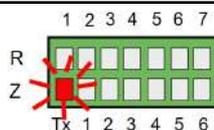

Figure 7. Mode Apprentissage
2. La LED TX clignote en rouge toutes les 0,5 s indiquant que la centrale est en mode apprentissage (fig. 7)